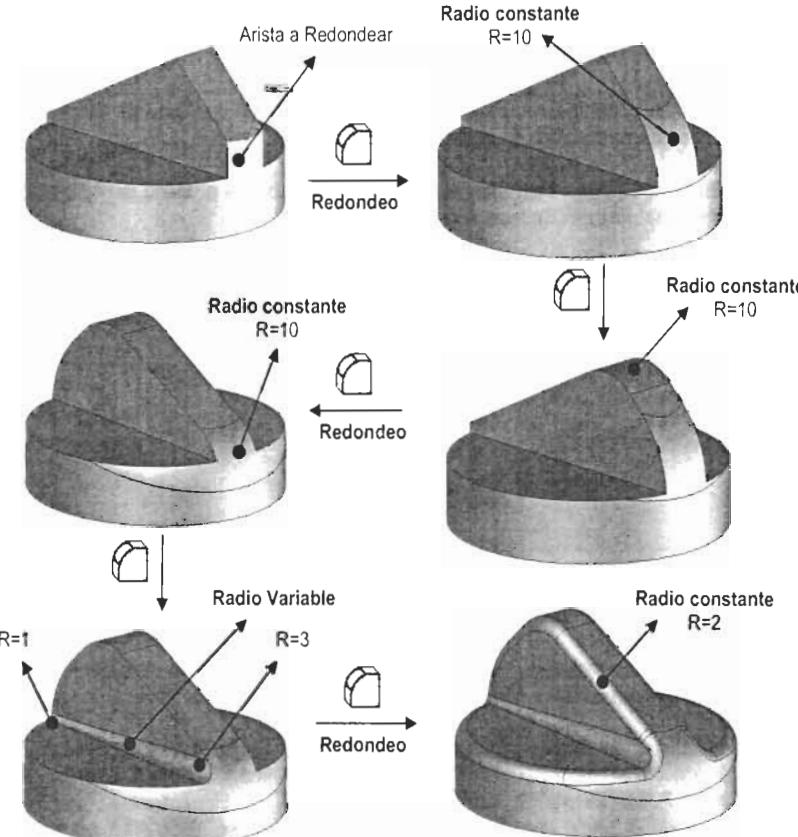

Figura 4.68. Redondeos a realizar en el modelo.
- 9- Seleccione las **Aristas** indicadas en la Figura 4.68 y pulse **Redondeo** desde la Barra de Herramientas de **Operaciones** o desde el Menú de Persiana **Insertar, Operaciones, Redondeo**. Indique los radios de redondeo correspondientes a cada una de las Operaciones.